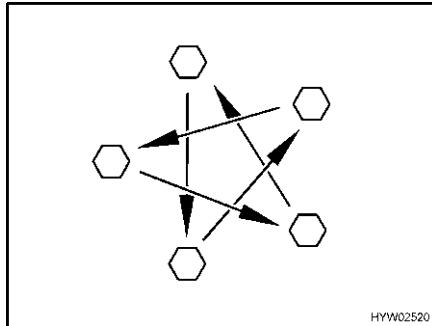

Bild 239 Radmuttern oder Radschrauben über Kreuz anziehen
- Radmuttern oder Radschrauben regelmäßig auf festen Sitz prüfen. Radmuttern oder Radschrauben eines ausgewechselten Rades nach 50 km über Kreuz nachziehen (Bild 239). Anziehdrehmoment siehe Abschnitt 13.5.2.
- ▷ Radmuttern oder Radschrauben über Kreuz anziehen (Bild 239). Anziedrehmoment siehe Abschnitt 13.5.2.